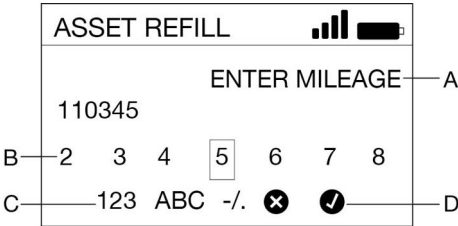

Fig. 28
5. Si l'actif est configuré pour exiger la saisie de données de référence, entrer les données requises à l'aide du clavier (Fig. 28).